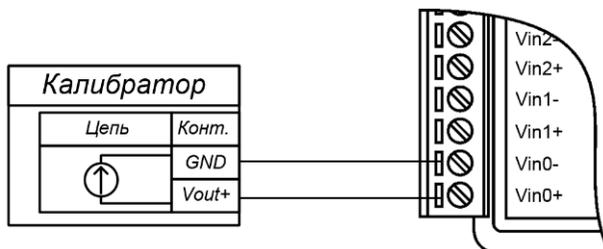

Рис. 4.5. Соединение приборов для юстировки термопар модуля NL-8TIn
- подключить калибратор к каналу 0 модуля проводом минимальной длины в соответствии с рис. 4.5;